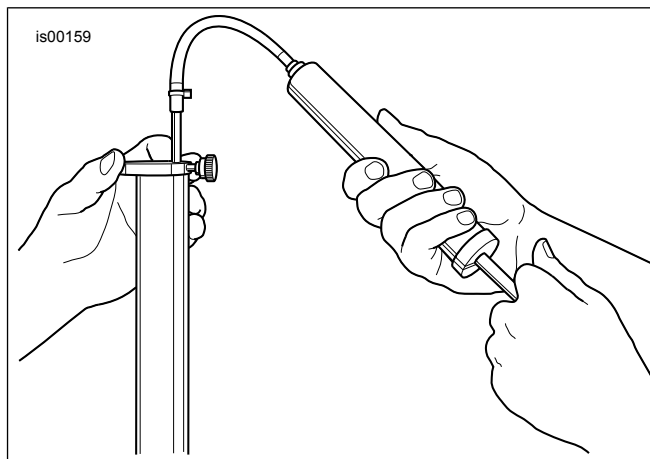

Figure 8. Tanggalin ang Sobrang Langis ng Fork (HD-59000B)
- a. Figure 8 Kunin ang Harapang Fork Oil Level Gauge (HD-59000B).